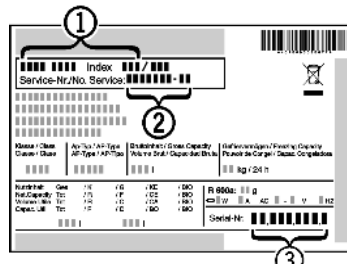

Fig. 55
- ▶ Apparaataanduiding Fig. 55 (1), servicenummer Fig. 55 (2) en serienummer Fig. 55 (3) van het typeplaatje aflezen. Het typeplaatje bevindt zich aan de binnenkant van het apparaat.